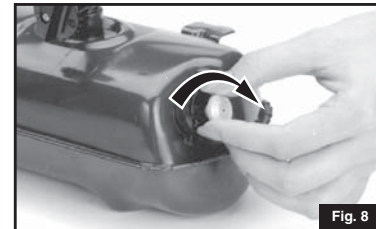

Fig. 8
- Fermez le BOUTON DE LA POMPE. (Fig. 8)